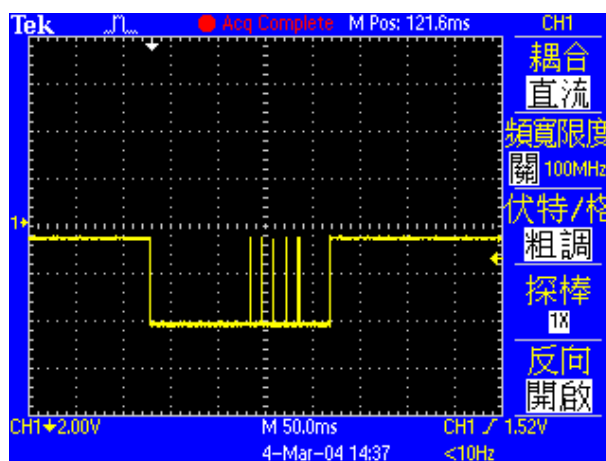
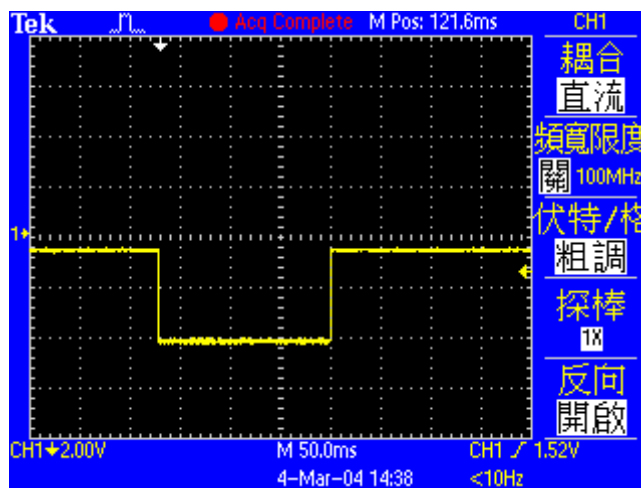

図 5.6.2 “Debounce time” が 0 ms の時の In-position 信号
図 5.6.3 “Debounce time” を 3 ms にした時の In-position 信号
- (1) 「Target Radius」を固定し、「Debounce time」を0 msに設定した後、図 5.6.2に示すように、モーターを距離だけ動かして、オシロスコープの「In-Position」信号を観察します。「In-Position」が達成されると、信号は高レベルになります。それが達成されないとき、信号は低レベルです。図 5.6.2から、モーターが目標位置の近くに移動すると、6つの突出したパルスが確認できます（最後の2つはより近くにあります）。各突出パルスの高レベルの持続時間を観察すると、最初のパルスは約1.5ミリ秒、2番目のパルスは約1.4ミリ秒、3番目のパルスは約1.4ミリ秒、4番目のパルスは約1.3ミリ秒、5番目のパルスと6番目のパルスは約1.3ミリ秒です。1つは約1ミリ秒です。
- (2) 図 5.6.2を見ると、最も広い突出パルスは1.5msです。そのため、「Debounce time」はこの値より大きく設定できます。安全率を考慮した上で、「Debounce time」を3msに設定してください。モーターを少し動かしてみます。「In-Position」信号は図 5.6.3のようになります。「In-Position」信号の不安定性が改善されます。